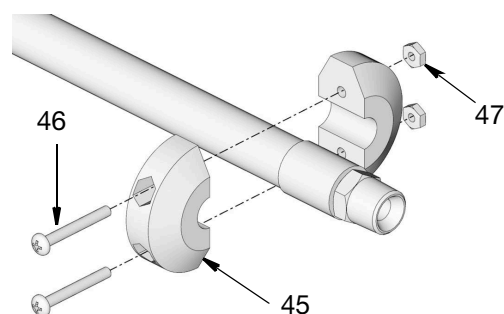

FIG. 18
4. Rimuovere la valvola di erogazione, i dadi (47), le viti (46) e l'arresto a sfera (45) dall'estremità del flessibile (FIG. 18).
4. Rimuovere la valvola di erogazione, i dadi (47), le viti (46) e l'arresto a sfera (45) dall'estremità del flessibile (FIG. 18). Tappare l'estremità del flessibile (se necessario) per evitare fuoriuscite di fluido.